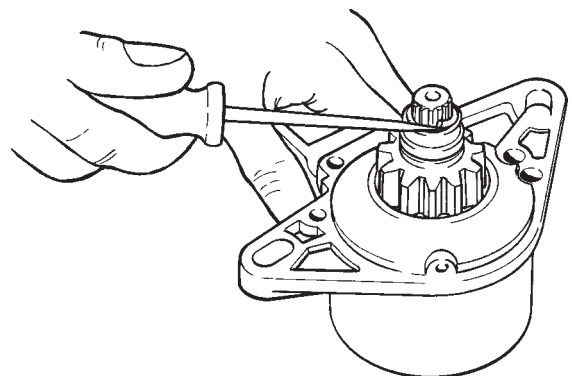

Fig. 119 Dépose du pignon de démarrage
7. Déposer le pignon de démarrage, comme le montre la figure 119. Commencer par enlever le circlips en enfonçant la bague butée à l'aide d'une douille adéquate.